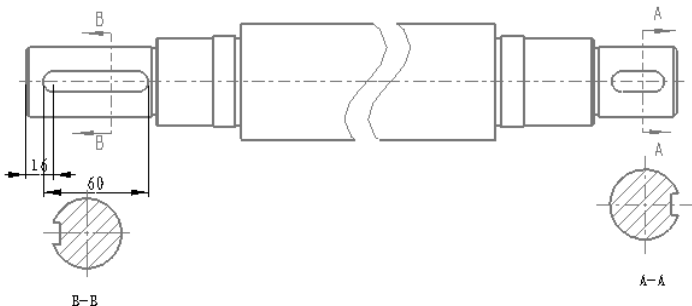

图 5.9.5 清理尺寸
(1) 在功能选项卡区域的 选项卡中单击“清理尺寸”按钮 。
(2) 在系统 提示下，选取破断视图的左侧视图，然后单击“选择”对话框中的 按钮。
(3) 完成上步操作后，“清除尺寸”对话框被激活，取消选中 复选框，依次单击对话框中的 和 按钮，则视图中的尺寸显示如图 5.9.5 所示。